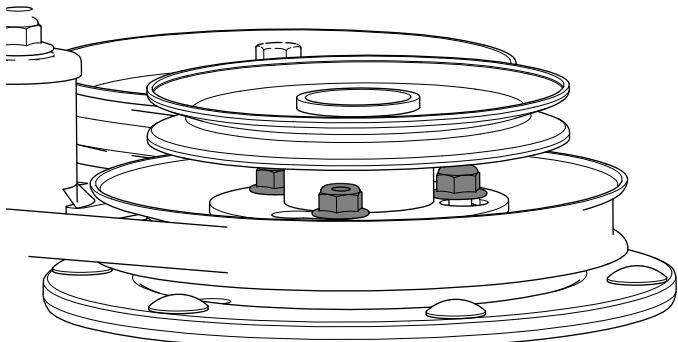

Figure 6
- Tournez la poulie pour la bloquer en position et installez les écrous à embase (Figure 6).